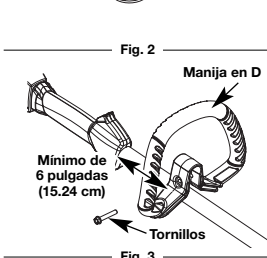

Fig. 3
1. Afloje el tornillo de la abrazadera que está en la manija lo suficiente para moverla (Fig. 3).
3. Apriete el tornillo de la abrazadera hasta que la manija en D esté segura. (Fig. 3)